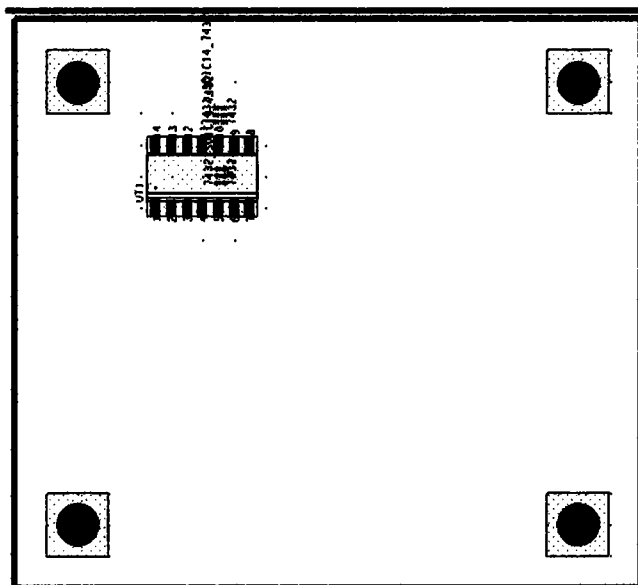

Рис. 21.21. Положение компонента U1 после поворота
5. Поверните компонент в направлении против часовой стрелки и щёлкните левой кнопкой мыши, чтобы освободить компонент (рис. 21.21).